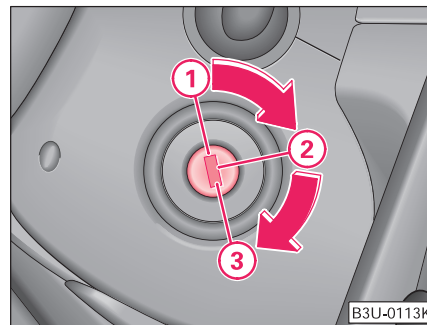

Fig. 83 Pozițiile
- Motorul se oprește prin rotirea cheii în poziția ① ⇒ Pagina 96, Fig. 83.